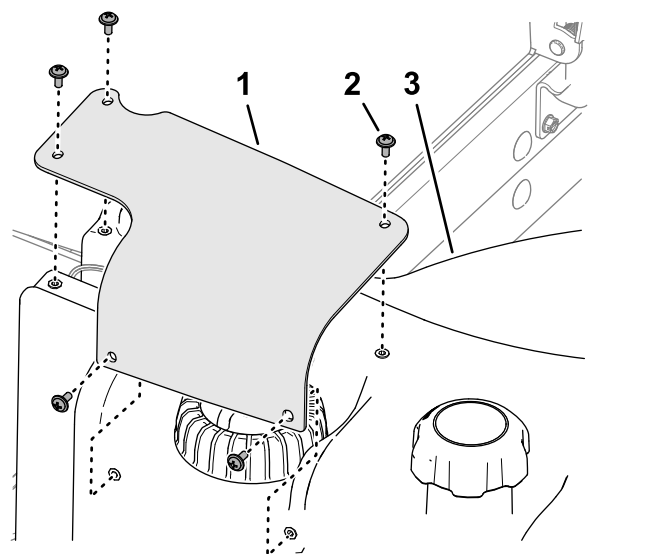

Рисунок 96
7. Совместите отверстия в кожухе датчика уровня топлива с отверстиями в топливном баке и прикрепите кожух к баку с помощью 5 винтов с крестообразным шлицем (Рисунок 96).